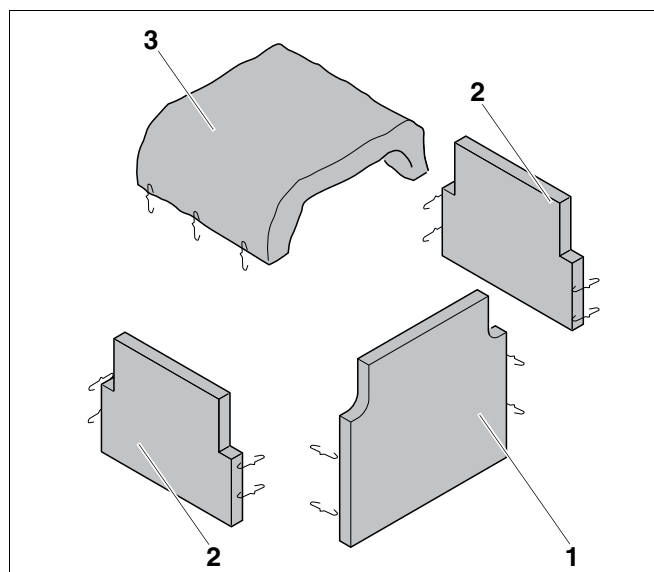
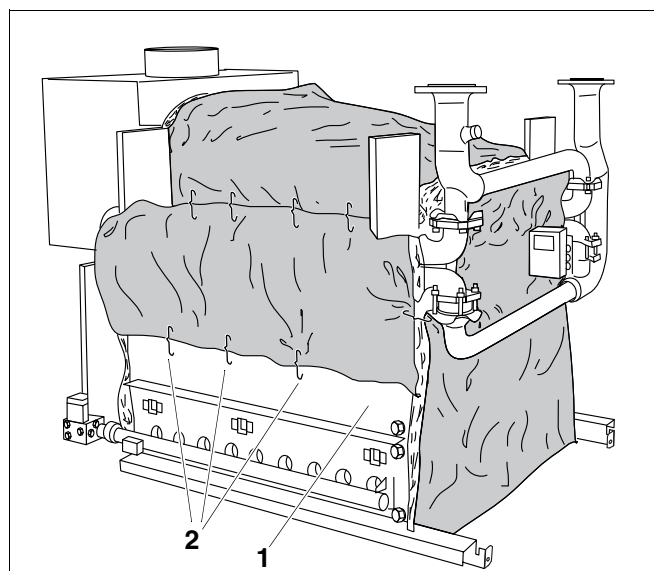

Рис. 49 Теплоизоляция
Рис. 50 Собранная теплоизоляция
- Уложить теплоизоляцию (рис. 49, **поз. 3**) сверху на коллектор дымовых газов.
- Боковую теплоизоляцию (рис. 49, **поз. 2**, прямоугольная с вырезами) прижать к котловому блоку и уложить вокруг большой ступицы.
- Уложить нижнюю часть боковой теплоизоляции котлового блока (рис. 49, **поз. 2**) на крышку для чистки над газовой горелкой (рис. 50, **поз. 1**) и закрепить пружинными крючками (рис. 50, **поз. 2**), зацепив их за предусмотренные для этого отверстия в крышке.
- Прижать переднюю часть теплоизоляции (рис. 49, **поз. 1**) спереди котлового блока и сцепить пружинными крючками с соседней теплоизоляцией. Также закрепить теплоизоляцию внизу.